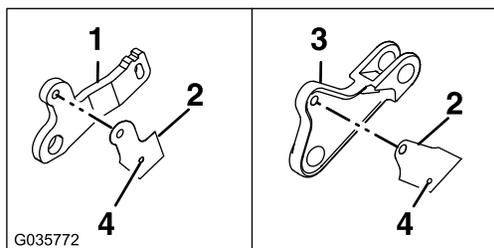

Figure 4
6. Découpez le gabarit du bras de levage de tablier arrière, alignez le gabarit comme montré à la Figure 4, marquez au pointeau l'emplacement du trou et percez le trou comme suit :